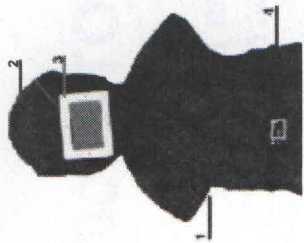

Рис. 1
5.1. Капюшон представляет собой матерчатую конструкцию 1 (рис. 1), в головной части которой расположена каска с регулируемым оголовьем 2 и воздуховодом, а в передней части рамка 3 со смотровым